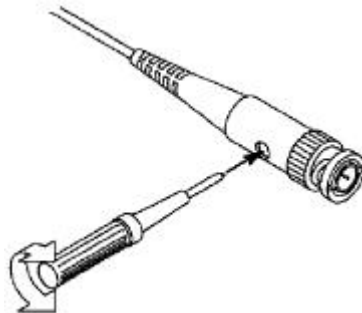

Figure 3-3 : Réglage de la sonde
- 2、 Vérifiez la forme d'onde affichée et réglez la sonde jusqu'à ce que la compensation soit correcte. Voir figure 3-2, figure 3-3.